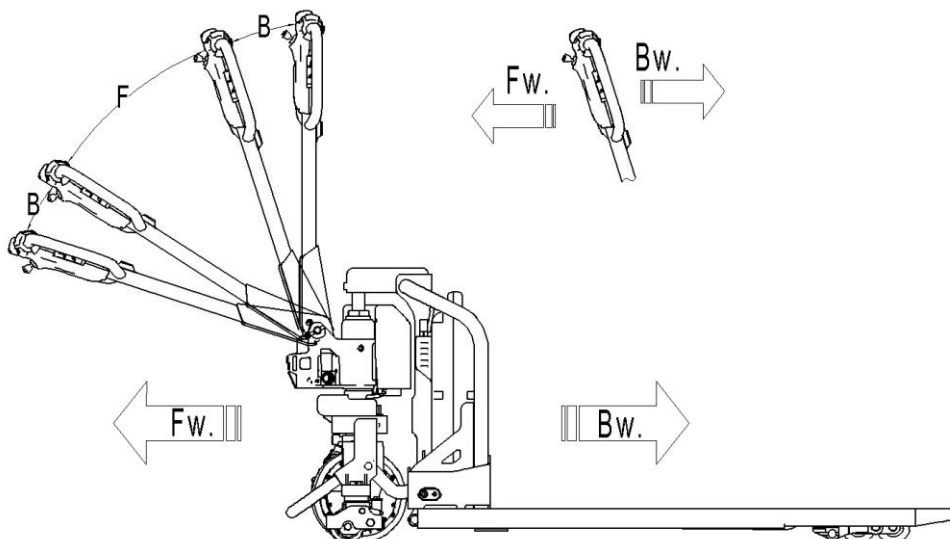

Рис. 9: Направление движения
Подсоедините разъем АКБ (11), поверните ключ (13) по часовой стрелке, переведите ручку в рабочее положение. ('F', рис.9)
Отклонить маховики управления в нужном направлении «вперед» 'Fw' или «назад» 'Bw' (рис. 9).